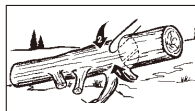

Bild. 13B
2. Stamm an einem Ende abgestützt: Schneiden Sie zuerst 1/3 des Stammdurchmessers von unten nach oben, um ein Absplittern zu vermeiden. Schneiden Sie dann von oben auf den ersten Schnitt zu, um ein Festklemmen zu vermeiden (Bild. 13B).